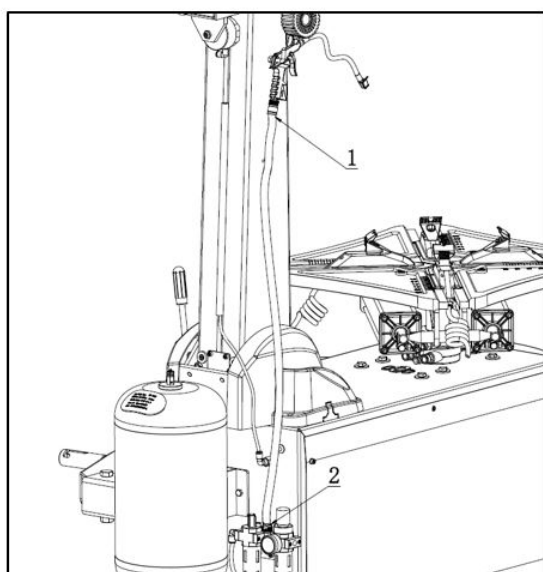

FIG15
- Tag oppustningspistolen (FIG 15-1) ud, og tilslut den til den åbne møtrik (FIG 15-2), og spænd den fast. Hæng pistolen på krogen efter installation (FIG 15).